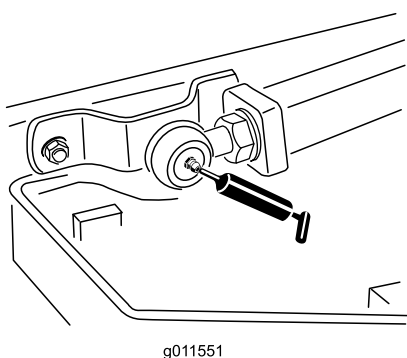

Figure 82
- 2 rotules de bras de levage (Figure 82)